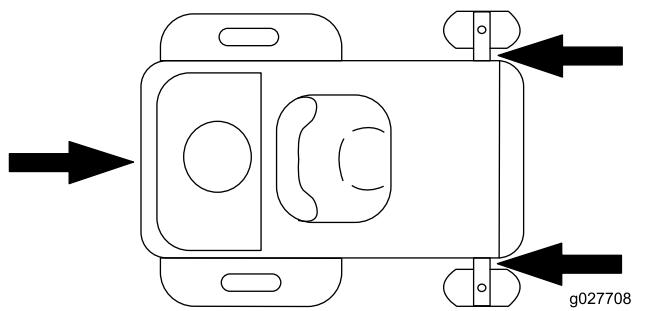

Figure 30
- Arrimez solidement la machine sur la remorque ou le camion à l'aide de sangles, chaînes, câbles ou cordes. Utilisez uniquement les quatre points d'attache désignés de la tondeuse : deux à gauche et deux à droite (Figure 30). Utilisez ces points même pour transporter la tondeuse équipée d'un accessoire. L'utilisation de points non désignés risque d'endommager la tondeuse et/ou l'accessoire.